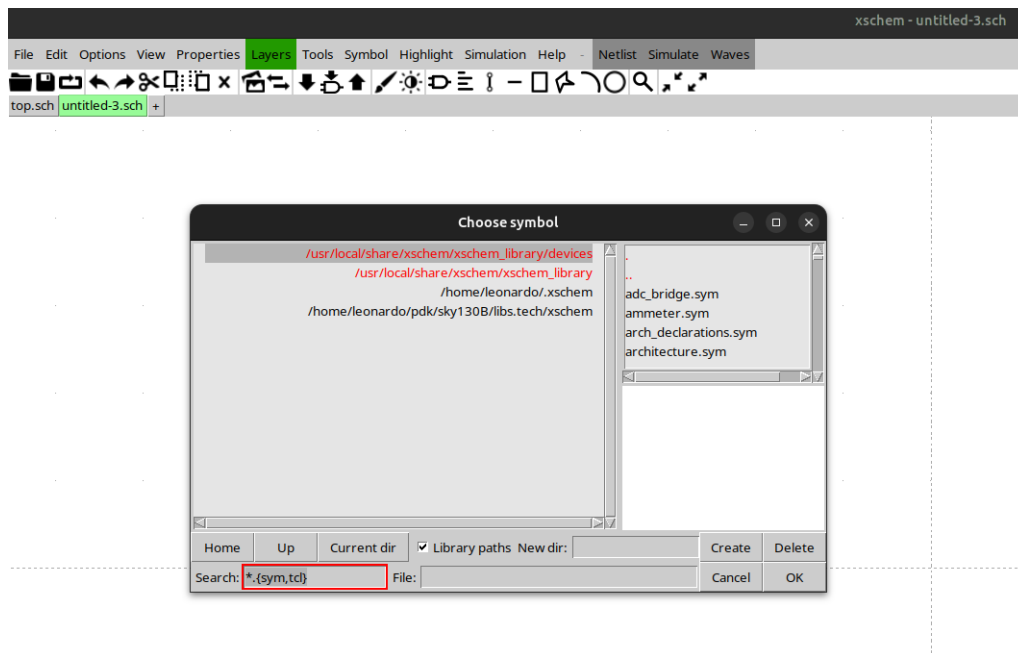

Figura 4: listado de componentes.
4. Presionando **shift** + **I** se despliega el listado para buscar los componentes a usar en el circuito esquemático, figura 4.